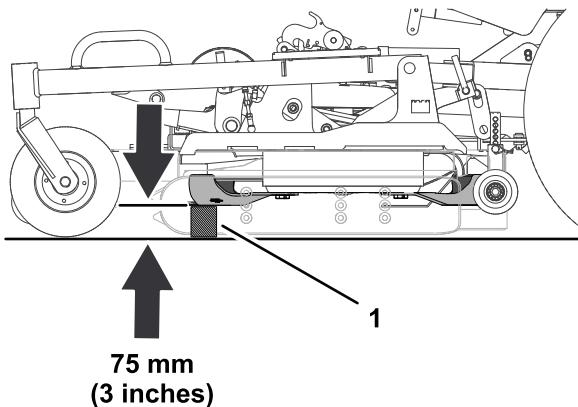

図 126
4. ゲージブロックを使って、ブレードの一番前側のエッジから床面までの高さを測る図 126。